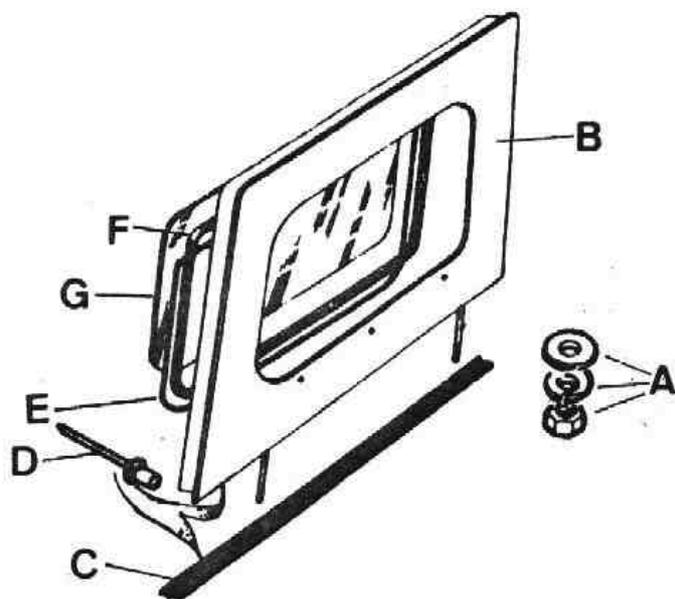

Fig. Q-52 Desmontaje ventanilla trasera
- 3.4. Soltar los elementos de fijación, A (Fig. Q-52) y extraer verticalmente hacia arriba el conjunto de ventanilla, B.
- 5.1. El desmontaje y montaje se realizará igual que en las operaciones 7 y 8 (Tarea Q-10) (Fig. Q-52).